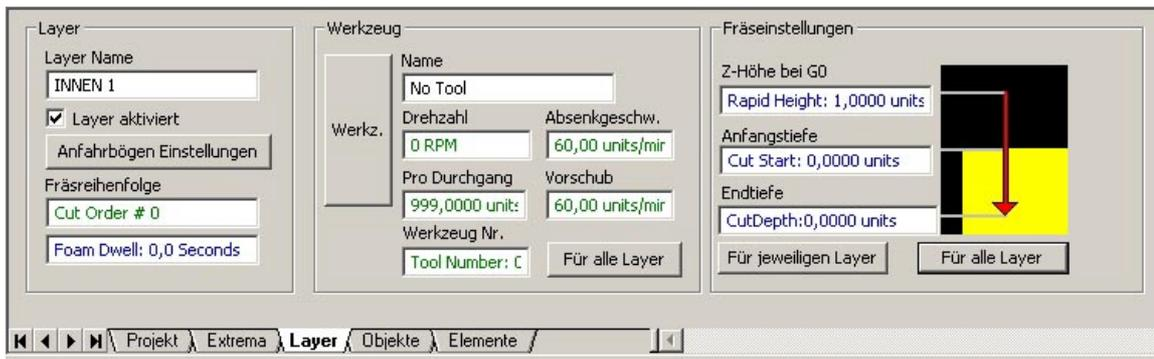

Abb. 1.60: Einstellmenü für die Fräsoptionen des gewählten Layers
Sobald wir unseren Layer **INNEN-1** im Projektbaum des **Projektfeldes (2)** ausgewählt haben, öffnet sich das zugehörige Dialogfenster für die diversen Einstellungen in unserem **Infofeld (4)** (siehe Abb.: 1.60).